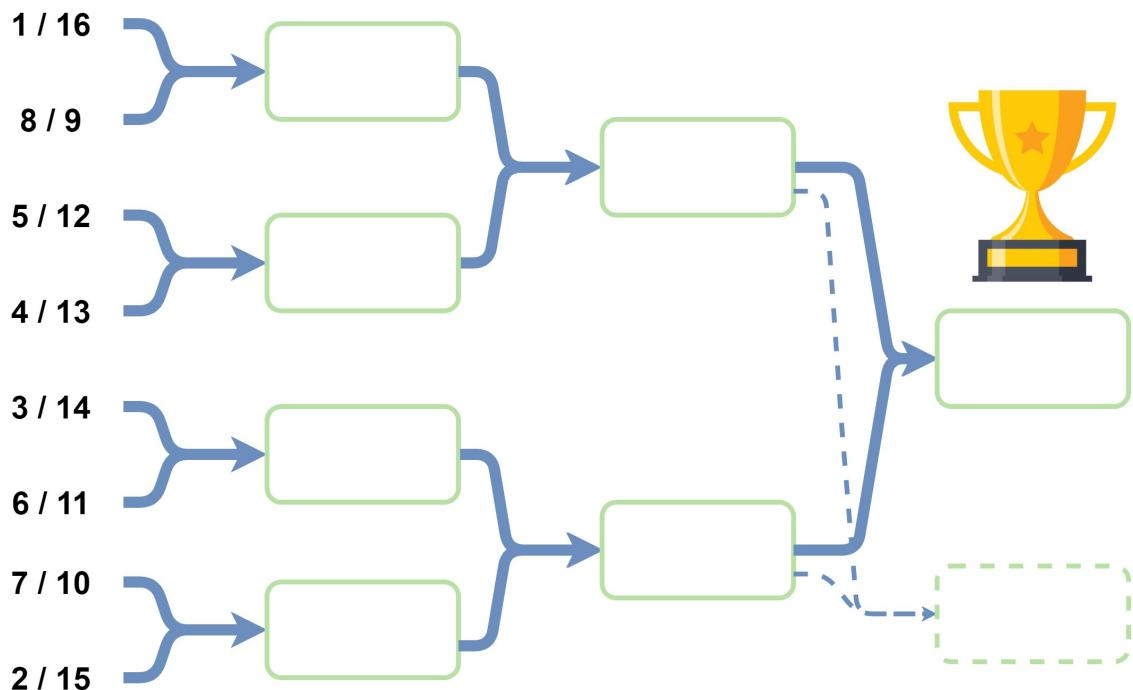

FIGURE 10 : Tableau des phases finales
Chaque équipe vainqueure de son match de barrage sera intégrée au tableau principal de la phase finale de la rencontre (B). À l'issue de la phase de barrage, l'arbre de la phase finale de la rencontre (B) présenté Figure 10 pourra être revu afin de représenter plus fidèlement le niveau de chaque équipe.